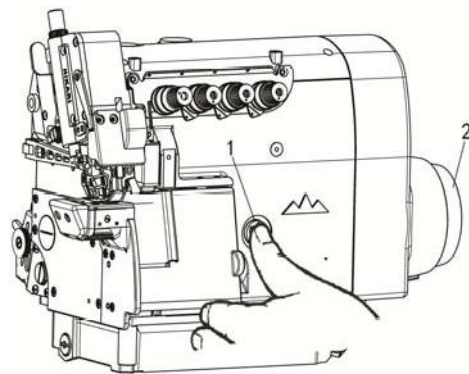

图 22
- 1 一边按着按钮 1，一边旋转手轮 2，将按钮置于更深的状态。（图 22）